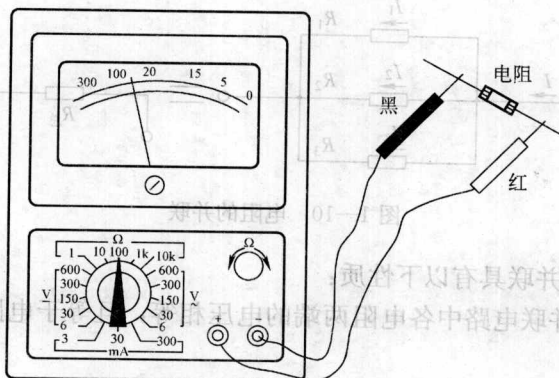

图 1—11 电阻的测量
(1) 首先将红表笔插入万用表的“+”插孔，黑表笔插入“-”插孔，把转换开关拨至“ Ω ”挡。
(2) 选择合适的挡位，将红、黑表笔接触，使表针指到表盘右边的“零”刻度值附近，并调整调零旋钮，使表针指在刻度盘的“0”位。每切换一次挡位，均要调整一次调零旋钮。
(3) 将红、黑表笔分别并接在电阻的两端，选择适当挡位测量。挡位开关所指的倍数乘上表盘指针所指的数字，就得到被测量电阻的阻值（如挡位开关选择 $\times 100$ 挡，表盘指针指示的刻度为24，即 $100 \times 24 = 2400 \Omega$ ）。电阻的测量如图 1—11 所示。